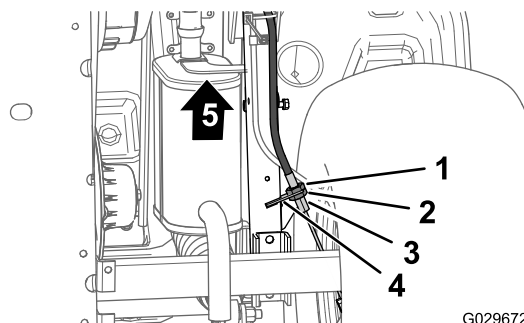

Рисунок 62
3. В нижней части машины ослабьте заднюю зажимную гайку резьбового регулятора троса стояночного тормоза на 4 оборота (Рисунок 62).
4. Затяните переднюю зажимную гайку (Рисунок 62).
- A. Ослабьте затяжку передней зажимной гайки (Рисунок 62) на резьбовом
- V. Затяните заднюю зажимную гайку (Рисунок 62).
- A. Ослабьте затяжку задней зажимной гайки (Рисунок 62) на резьбовом регуляторе троса стояночного тормоза на один оборот.
- V. Затяните переднюю зажимную гайку (Рисунок 62).